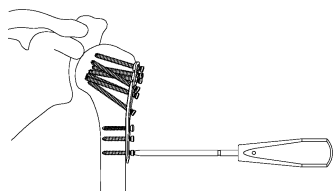

図 21
- 1) ヘクスローブ 15 ドライバーで近位部及び骨幹部のロッキングスクリューを抜去します。3.5 コーティカルスクリューは六角 2.5 ドライバーで抜去します。(図 21)